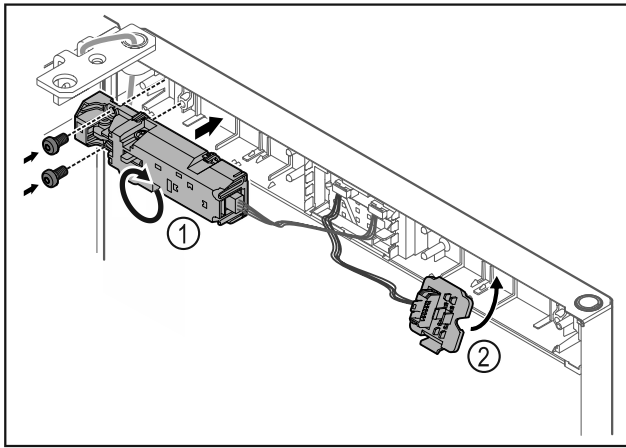

Fig. 11
- ▶ 将遥控锁 Fig. 11 (1) 转动 180°，然后固定在对面。
- ▶ 将插头架 Fig. 11 (2) 卡入到对面。*